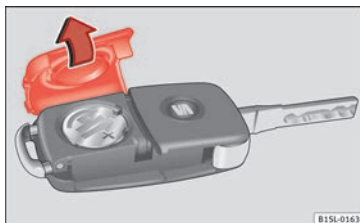

Abb. 126 Fahrzeugschlüssel: Deckel für Batteriefach.
Die Batterie befindet sich auf der Rückseite des Fahrzeugschlüssels unter einer Abdeckung **»» Abb. 126**.
- Abdeckung auf der Rückseite des Fahrzeugschlüssels » **Abb. 126** in Pfeilrichtung abnehmen » ❶.
- Abdeckung wie gezeigt ansetzen » **Abb. 126** und entgegen der Pfeilrichtung auf das Fahrzeugschlüsselgehäuse drücken bis sie einrastet.
❶ VORSICHT